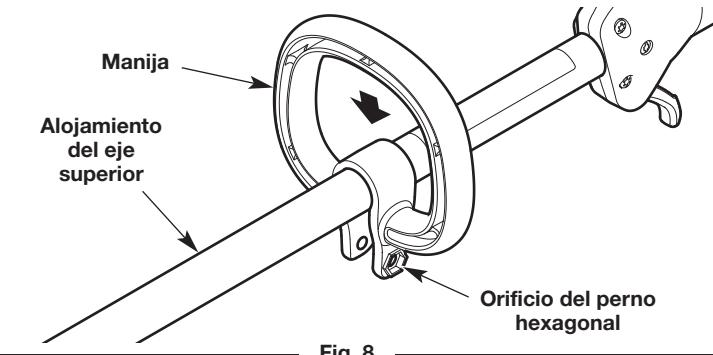

Fig. 8
- Oprima la manija hacia abajo sobre el alojamiento del eje superior (Fig. 8). Asegúrese de que el orificio del perno hexagonal mire hacia la izquierda (Fig. 8).